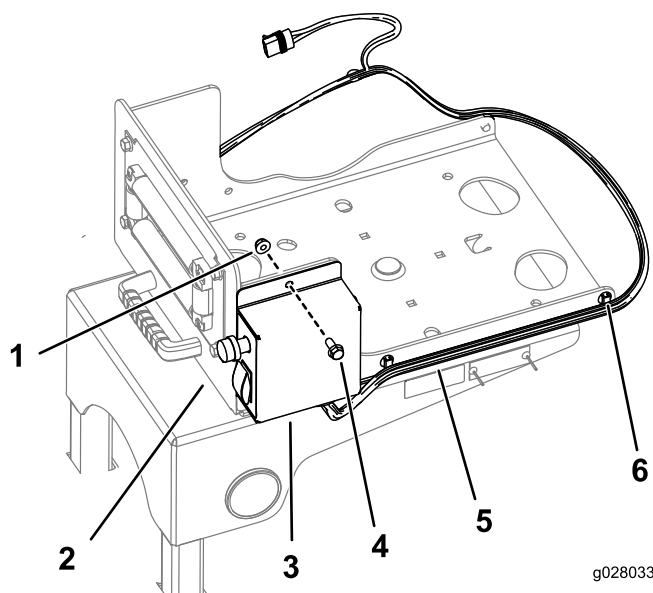

図 10
3. 図 10 のように、スイッチボックスをスイベルプレートに取り付けるボルト 5/16-18 x 1/4 インチ 2 本とフランジナット 5/16-18 インチ 2 個を使用する。
4. ワイヤハーネスを、スイベルプレートの側部に固定する既存のクリップを使用する 図 10。